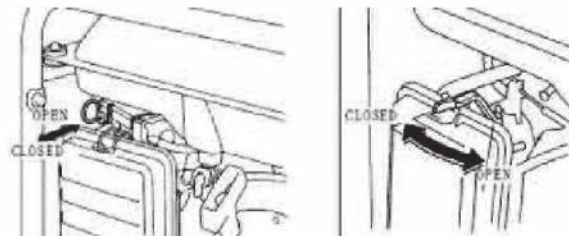

Рис. 4
3. Переведите рычаг заслонки в положение (|/|) «Запуск» (только при холодном двигателе) (Рис. 4).